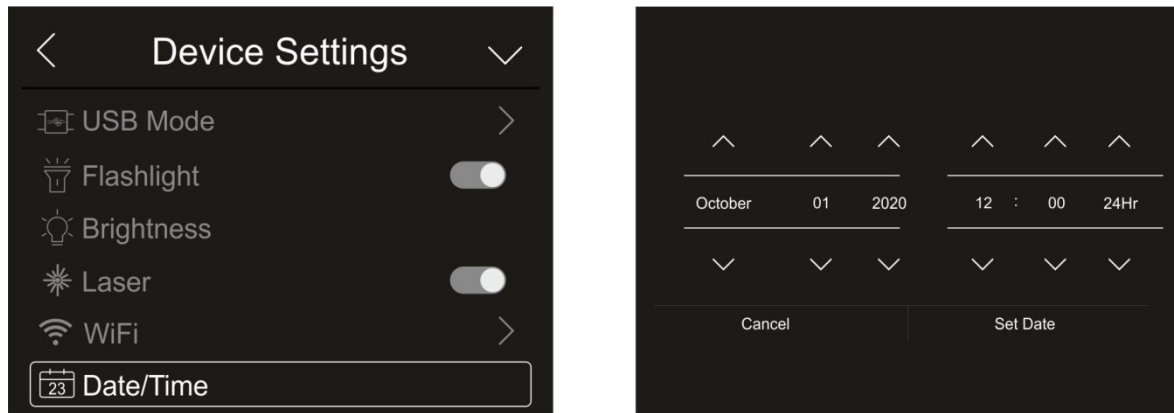

Fig. 19: Réglage de la date et de l'heure du système
1. Touchez l'élément «Date/Time» pour régler la date/heure du système. La page-écran de la Fig. 19 – partie droite s'affiche à l'écran :